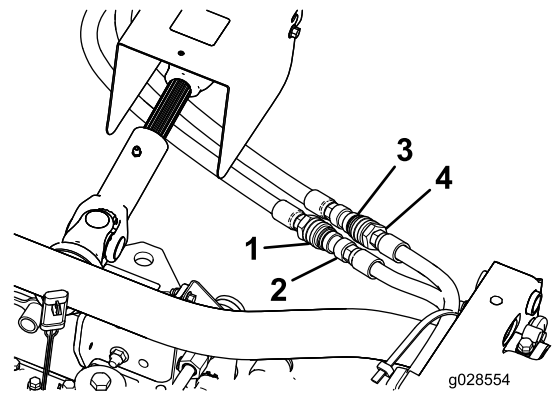

Рисунок 6
- Установите охватывающий быстроразъемный соединитель на шланг (3/8 x 56-1/2 дюйма), как показано на Рисунок 6, и затяните соединитель с моментом от 37 до 45 Н·м.
- Установите охватываемый быстроразъемный соединитель на шланг (3/8 x 79-1/2 дюйма), как показано на Рисунок 6, и затяните соединитель с моментом от 37 до 45 Н·м.